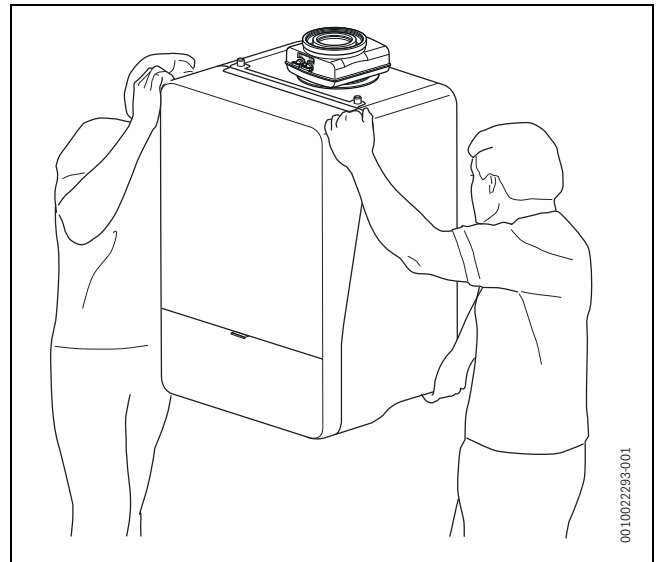

Bild 11 Ordnungsgemäßes Heben und Tragen des Geräts
- ▶ Gerät nur an den Seiten anfassen und nicht am Bedienfeld oder am Abgasrohranschluss (→ afb. 11).